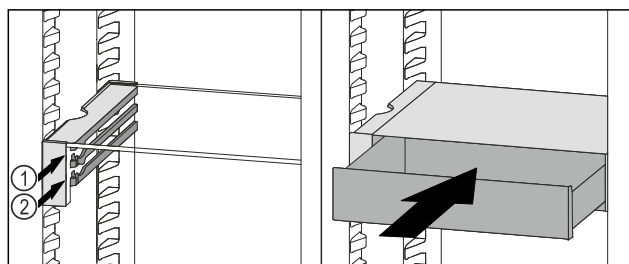

Fig. 162
- Posizionare il cassetto VarioSafe dietro i tappi sulla nervatura desiderata Fig. 162 (1) o Fig. 162 (2).